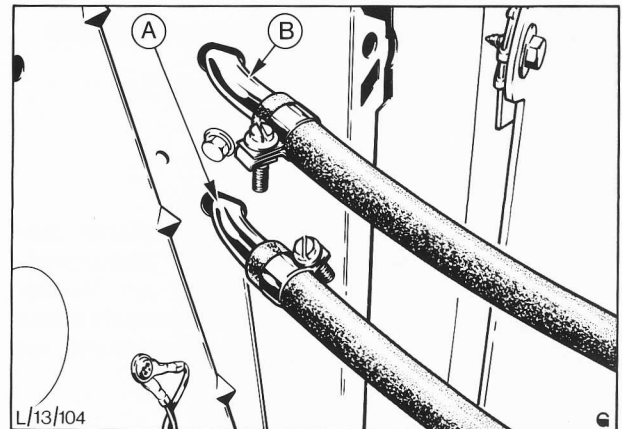

Abb. 74 A = zur Zahnstange
2. Befestigungsschrauben (5) des Kühlergrills entfernen und Grill abnehmen.
3. Schlauchklemmen lösen und Lenkhilfeschläuche vom Ölkühler abziehen, Abb. 74. Hydraulikölverlust durch Anheben der Schlauchenden verringern.
4. Befestigungsschrauben (2) und Unterlegscheiben des Ölkühlers vom Fahrzeug lösen und Kühler ausbauen.